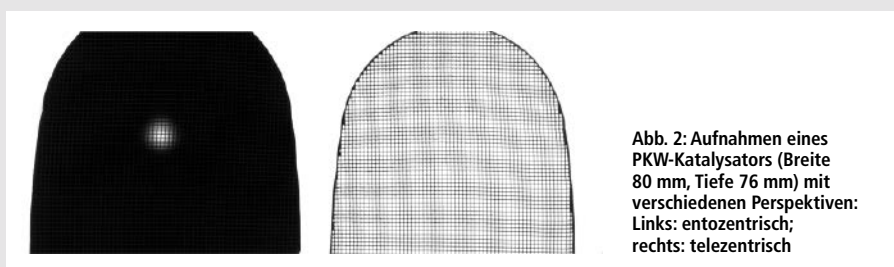

Abb. 2: Aufnahmen eines PKW-Katalysators (Breite 80 mm, Tiefe 76 mm) mit verschiedenen Perspektiven: Links: entzentrisch; rechts: telezentrisch
Telezentrische Objektive sind im Wesentlichen durch einen objektseitig parallelen Hauptstrahlengang gekennzeichnet (Abb. 1). Damit können beispielsweise Katalysatoren auf Verschmutzungen inspiziert werden (Abb. 2). Weiterhin wird die Form von Prüfteilen sehr genau abgebildet, wodurch beispielsweise Steigungen und Winkel gemessen werden können (Abb. 3). Es können auch sehr detailreiche Objekte mit vielen Merkmalen wie Leiterplatten geprüft werden (Abb. 4).
**Abb. 2:** Das System Star Stop Freeze Motion Camera von Odos Imaging ist mit leistungsstarken Impulsbeleuchtungsmodulen verknüpft und bietet eine flexible und integrierte Lösung für die Anwendung von Hochgeschwindigkeitsaufnahmen.